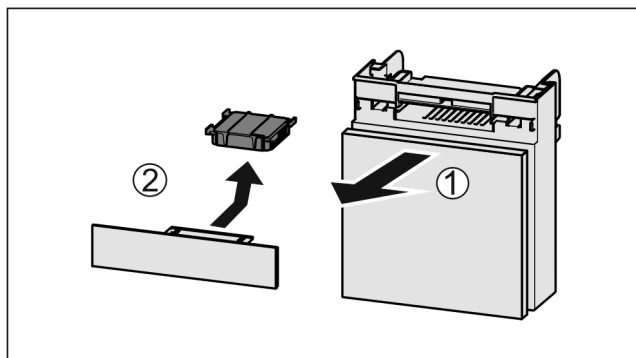

Fig. 98
- ▶ Extraiga Fig. 98 (1) el compartimiento hacia adelante.
- ▶ Retire Fig. 98 (2) el filtro de carbón activado.